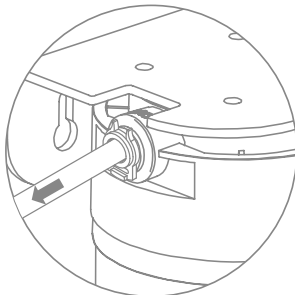

Рис. 5
3. Потяните трубку для проверки соединения (рис. 5).